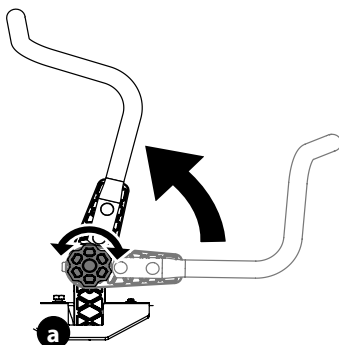

Figure 7
1. Tournez le bouton (a) en sens inverse des aiguilles d'une montre pour le desserrer (a) (Figure 7).
3. Tournez le bouton dans le sens des aiguilles d'une montre pour sécuriser le levier de commande de transmission des barres de conduite en position (Figure 7).